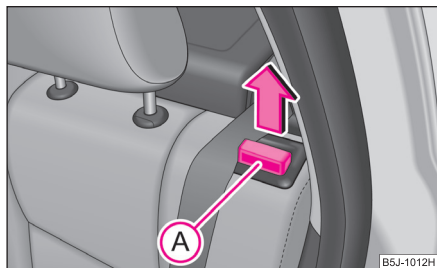

Fig. 54 Deblocarea spătarului
- Deblocați spătarul trăgând de butonul de siguranță A și rabatați-l în față ⇒ fig. 54.
- Asigurați-vă că partea roșie a butonului de siguranță A nu se vede ⇒ fig. 54.